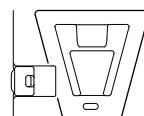

図 4
- ・レコーディング延長モジュールのVエッジが下がっていると、結合できません。（図3）レコーディング延長モジュールのレコーディング延長モジュールリリースレバーを、押し下げてください。Vエッジが上がります。（図4）